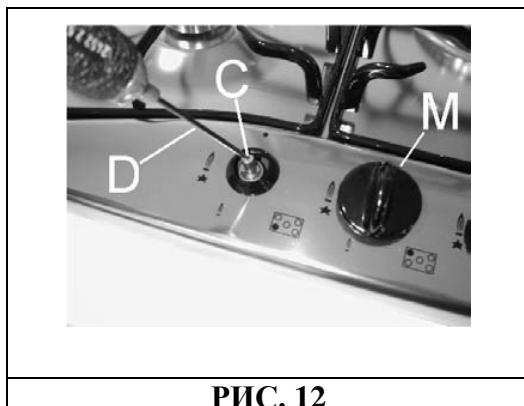

РИС. 12
- Снимите ручку вентиля „M” (рис. 12), которая просто надевается на стержень и больше ничем не закреплена.
- Вставьте маленькую отвертку „D” в отверстие „C” (рис. 12) и поворачивайте вправо или влево стопорный винт, до тех пор, пока пламя конфорки не отрегулируется до соответствующего положению «Минимум».